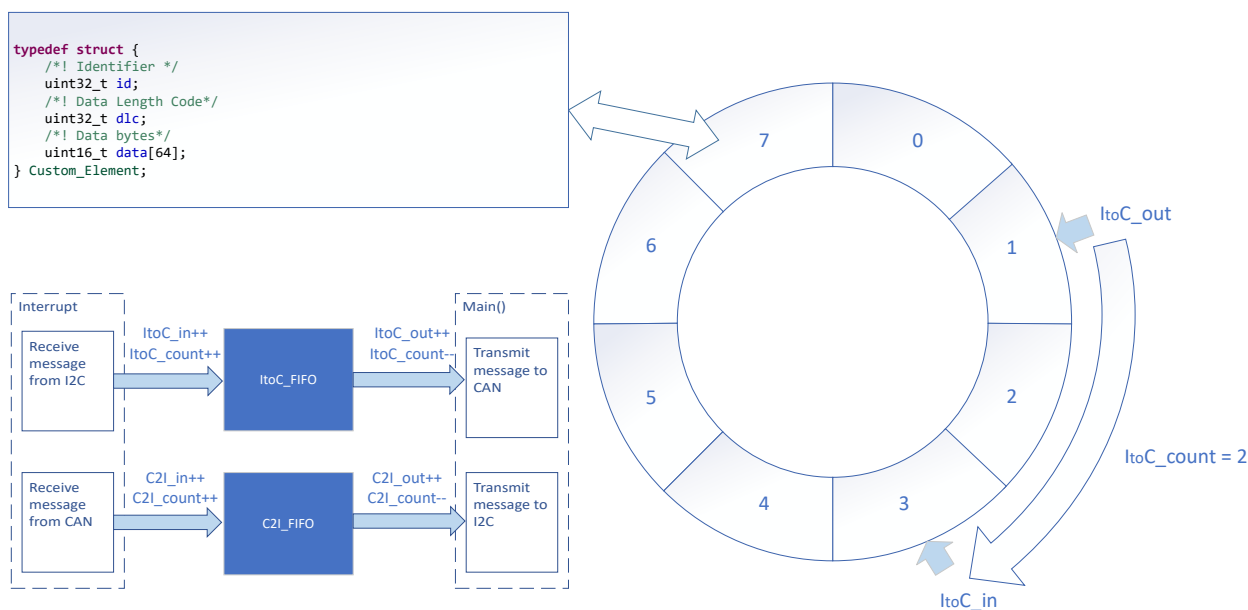

图 1-2. 桥接器结构
- b. 考虑要转换哪些信息以及相应的载体（变量、FIFO）。在示例代码中，标识符、数据和数据长度从一个接口转换到另一接口。代码中定义了两个 FIFO，如图 1-2 所示。